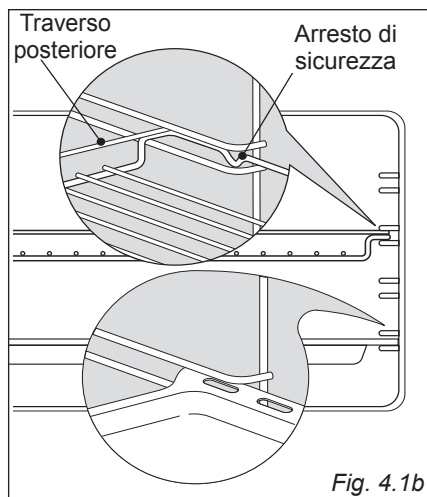

Fig. 4.1b
- Infilare in mezzo alle guide dei telai laterali la leccarda e la griglia come in (fig. 4.1b).